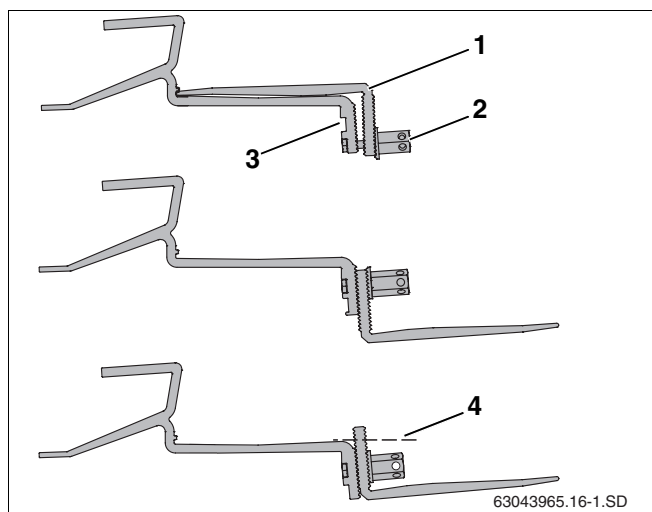

fig. 17 Voltar a posicionar a parte inferior do gancho para telhados
- ▶ Soltar a porca sextavada comprida (fig. 17, **item 2**).
- ▶ Introduzir o parafuso no furo superior (fig. 17, **item 3**).
- ▶ Apertar ligeiramente a parte inferior do gancho para telhados (fig. 17, **item 1**). Ainda não apertar definitivamente a união.